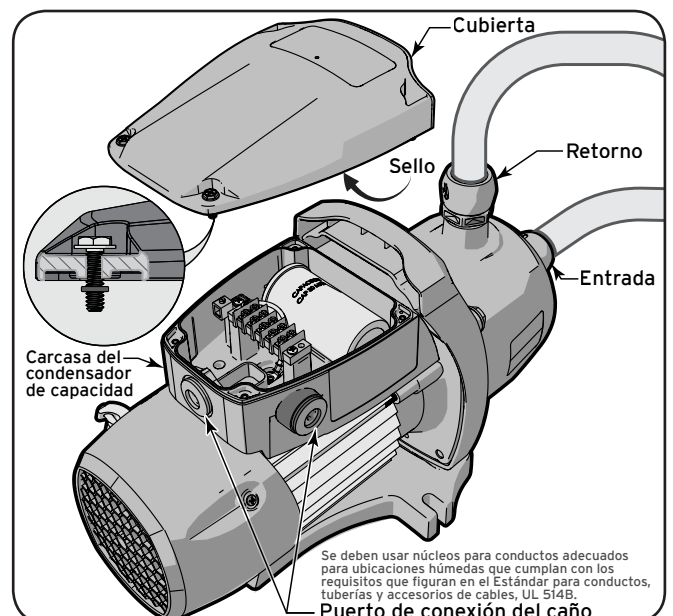

Figura 4. Extracción de la cubierta de acceso al sistema eléctrico
5. Afloje pero no retire los 4 tornillos que fijan la cubierta de la carcasa eléctrica al cuerpo de la bomba. Ver Figura 4.
1. Retire el tapón del puerto de conexión del caño. Ver Figura 4.
5. Fije la cubierta de la carcasa eléctrica con 4 tornillos. Ver Figura 4.